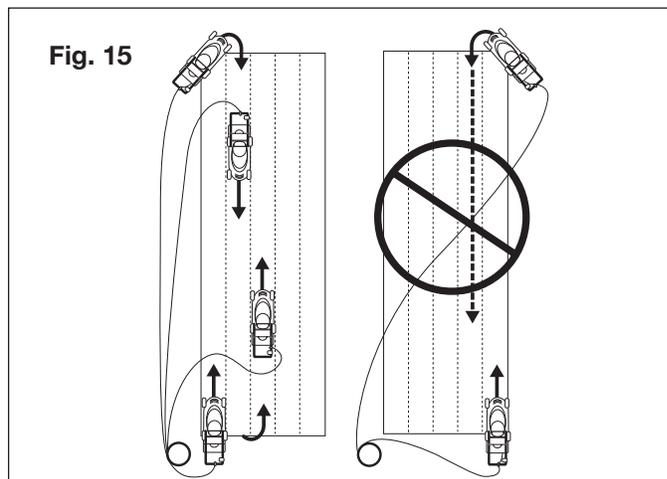

Fig. 15
- No pade en círculos. Desplácese hacia adelante y atrás a través del césped siguiendo la trayectoria descrita a continuación (Fig. 15).